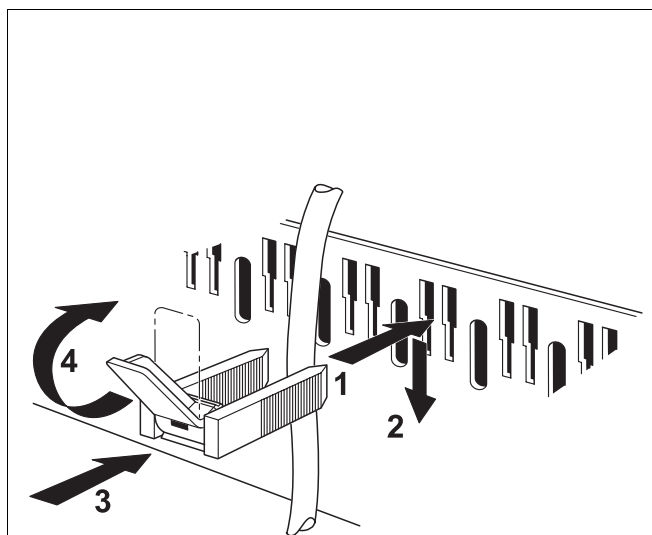

Abb. 18 Leitung mit Kabelschelle sichern
- Alle Leitungen mit Kabelschellen sichern (Abb. 18):
- Kabelschelle mit eingelegter Leitung von oben in die Schlitz des Schellenrahmens (Abb. 18) einsetzen; der Steg des Hebels muss dabei nach oben zeigen (Abb. 18, Schritt 1).
- Kabelschelle herunterschieben (Abb. 18, Schritt 2).
- Gegendrücken (Abb. 18, Schritt 3).
- Hebel nach oben umlegen (Abb. 18, Schritt 4).